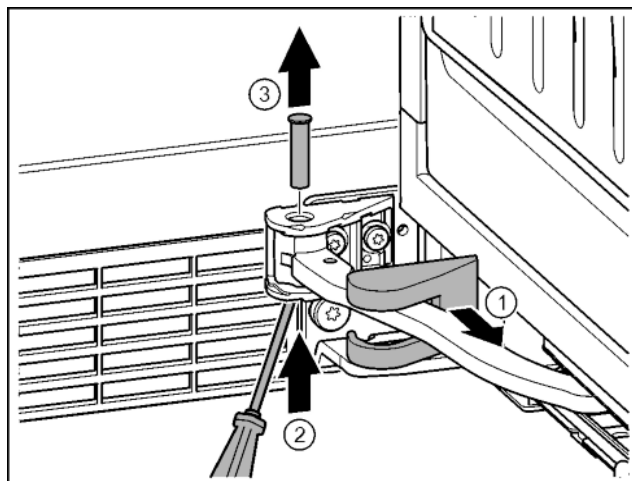

Fig. 15
- Togliere la copertura del blocco di supporto e spingerla lungo lo snodo. *Fig. 15 (1)*
- Sollevare dal basso il perno con un dito o un cacciavite. *Fig. 15 (2)*
- Portarsi con un cacciavite sotto la testa del perno ed estrarre. *Fig. 15 (3)*